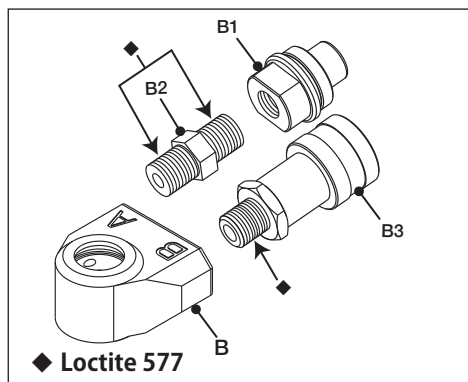

図19
- Loctite 577シーラントをメスカップリング (B3) とアダプター (B2) のねじ溝に塗布します。位置については図19の(◆)を参照してください。